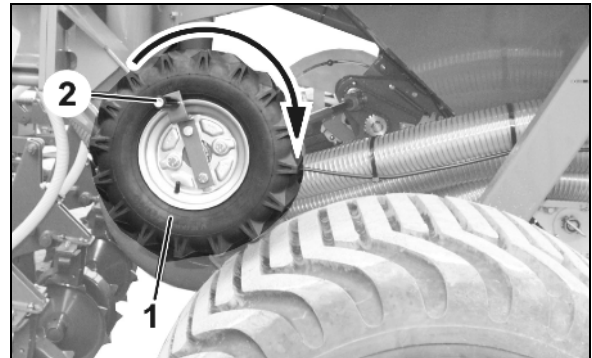

Fig. 111
4. Reibrad (Fig. 111/1), wie bei der Abdrehprobe mit der Abdrehkurbel so oft in Pfeilrichtung drehen, bis sich die Dosierräder und der Dosierer vollständig entleert haben.